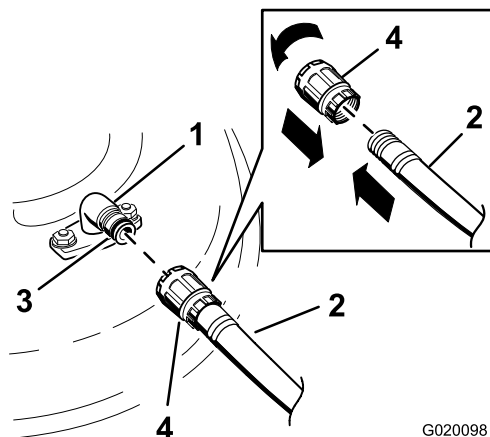

Figura 68
3. Conecte el acoplamiento de la manguera al extremo del conector de lavado del cortacésped, y abra el grifo al máximo (Figura 68).